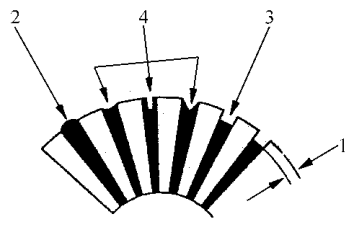

图 9-17 检查换向器的磨损情况
- 7) 如图 9-17 所示，检查换向器的绝缘云母片的深度。标准值为 045~075mm，使用极限为 020mm。超过极限值时，应用锉刀进行修理，修整时锉刀要与换向器外圆母线平行。